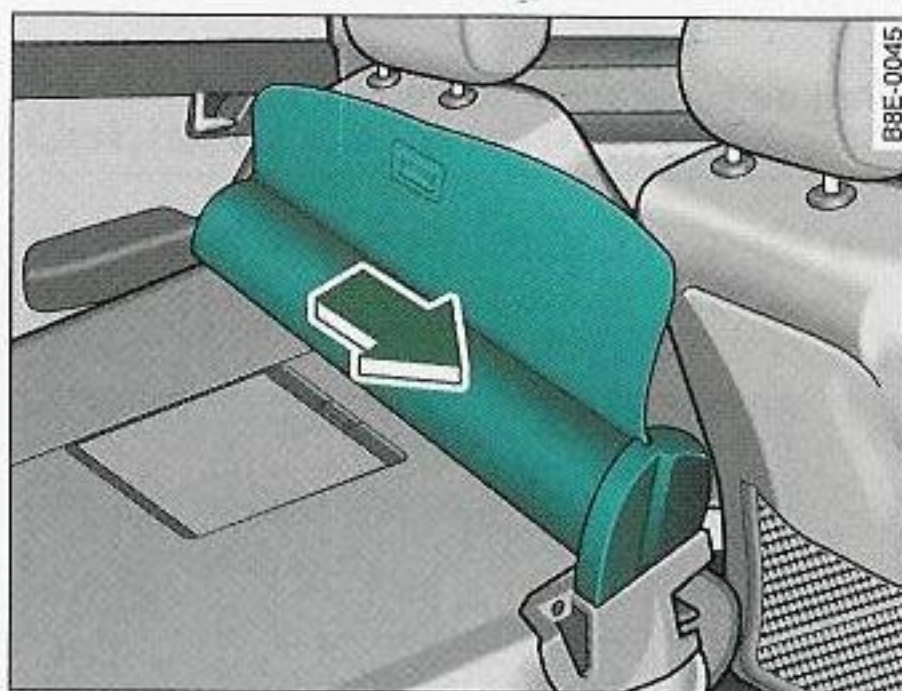

Fig. 100 Desmontar la cubierta del maletero / red de separación
- Tire de la red de separación en la dirección de la flecha ⇒ fig. 100 y sáquela de sus guías.